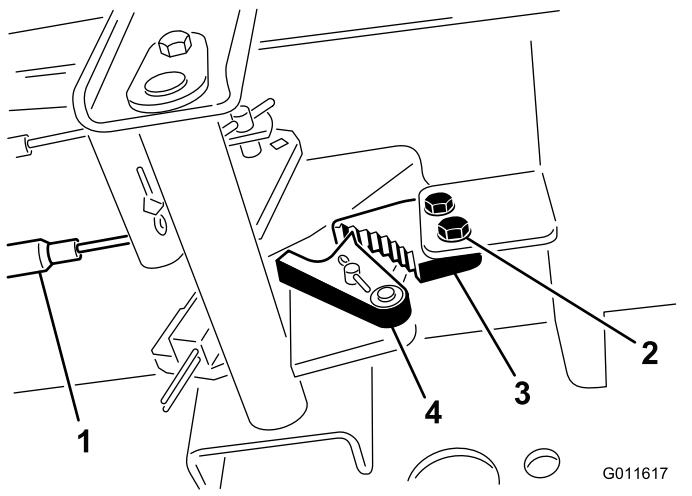

Figura 62
- Solte os 2 parafusos que prendem a lingueta do travão de estacionamento à estrutura (Figura 62).
2. Parafusos (2)
- Carregue no pedal do travão para a frente até o detentor do estacionamento engatar completamente na lingueta do travão (Figura 62).